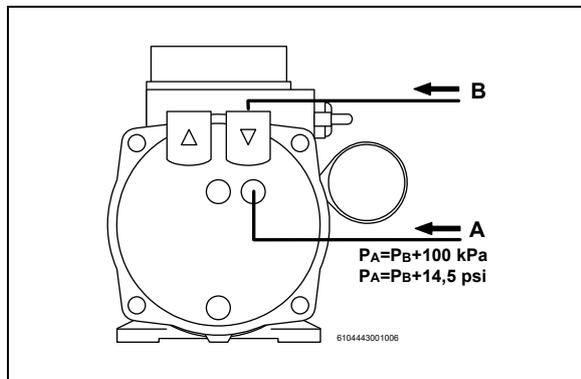
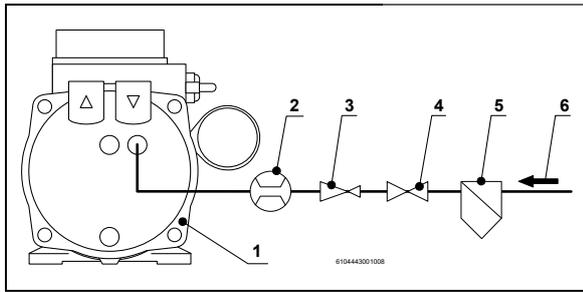
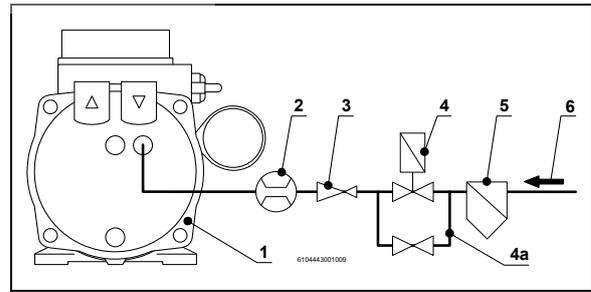
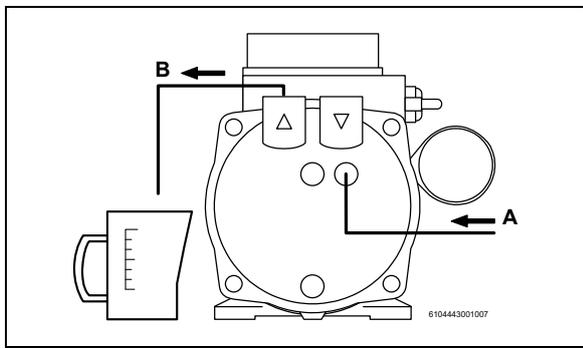

Fig. 5: Einstellen des Betriebsflüssigkeitsstroms: Vordruck einstellen
Fig. 6: Betrieb mit Zufuhr der Betriebsflüssigkeit: nicht automatisch gesteuerter Betrieb
Fig. 7: Betrieb mit Zufuhr der Betriebsflüssigkeit: automatisch gesteuerter Betrieb
Fig. 8: Einstellen des Betriebsflüssigkeitsstroms: Messen des Volumens mit Messbecher
- Bei nicht automatisch gesteuertem Betrieb: Absperrventil (Fig. 6, S. 19, Pos. 4).
- Bei automatisch gesteuertem Betrieb: Absperrventil in der Bypassleitung (Fig. 7, S. 19, Pos. 4a).
Siehe Fig. 5, S. 18, und Fig. 8, S. 19, sowie Fig. 6, S. 19, und Fig. 7, S. 19.
1) Vordruck der Betriebsflüssigkeit einstellen (Fig. 5, S. 18):
Bei nicht automatisch gesteuertem Betrieb (Fig. 6, S. 19):
Bei automatisch gesteuertem Betrieb (Fig. 7, S. 19):
- mit dem Durchflussmesser (Fig. 6, S. 19, und Fig. 7, S. 19, Pos. 2)
- durch Messen des am Druckstutzen austretenden Betriebsflüssigkeitsvolumens pro Zeiteinheit mit einem Messbecher (Fig. 8, S. 19)
- über das Stellventil (Fig. 6, S. 19, und Fig. 7, S. 19, Pos. 3)